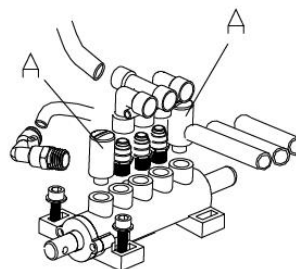

Рис. 13
2. Ослабьте глушители (A) клапана, которые относятся к педали открытия и закрытия зажимов колеса и педали отжима борта; (рис. 13)
3. Почистить глушители сжатым воздухом, пожалуйста, замените их в соответствии со списком запасных частей, если он поврежден. (Рис. 13)